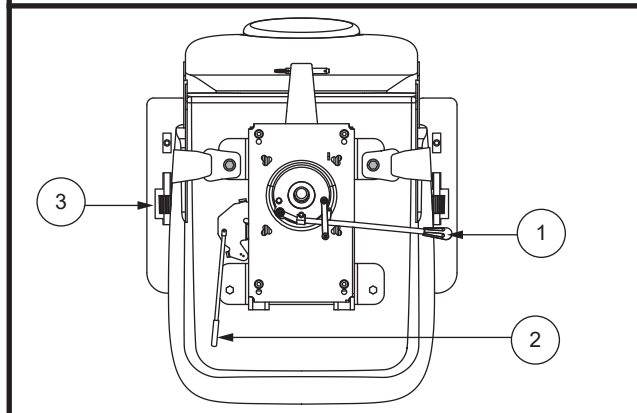

Figure 16. Réglage position du siège
1. Pesez sur le levier pour débloquer le siège. **Voir la figure 16.**
L'inclinaison des accoudoirs peut être réglée. Voir la figure 16. Élevez ou abaissez l'inclinaison des accoudoirs en tournant la roulette de réglage sous l'accoudoir.